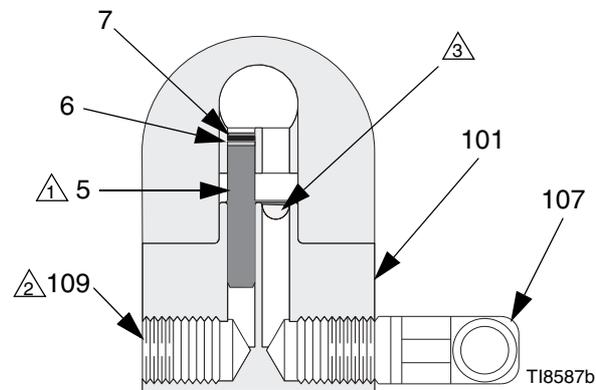

FIG. 1 : Configuration sans circulation (vue en coupe)
1. Consultez la FIG. 1. Enduisez les filetages et surfaces de contact du collecteur (101), le bouchon (109) et le coude (107), fournis non montés, de lubrifiant antigrippant 222955.
2. Montez un coude (107) sur l'un des orifices du collecteur (101) et placez un obturateur (109) sur l'autre.
3. Placez le bouchon intérieur (5) sur l'orifice produit du même côté que le bouchon du collecteur.
4. Branchez la tuyauterie produit sur le coude du collecteur (107).
5. Montez le pistolet sur le collecteur à l'aide des quatre vis (17). Commencez à visser les quatre vis, serrez d'abord les deux vis avant puis les deux vis arrière à un couple de 7,3 N•m (65 po-lb).